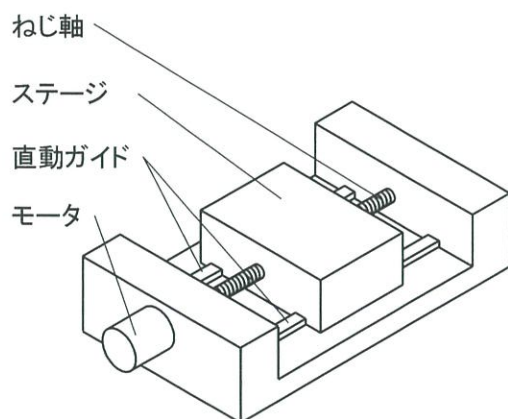
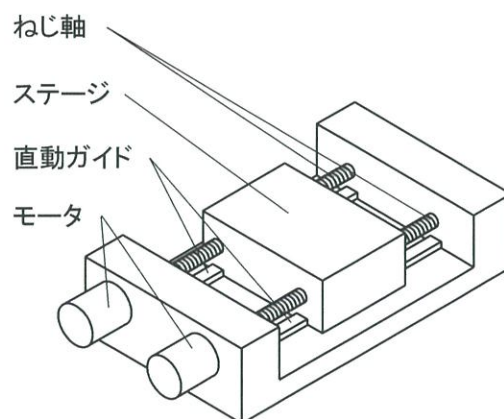

図 3-1
図 3-2
- (1) おねじとめねじの間には，軸方向に適切な隙間が必要である．隙間が，適切な隙間より大きい場合と，小さい場合について，送りねじの動作時に起こりやすい問題を，それぞれ 30 字程度で述べよ．
- (2) ねじ軸の回転によってステージを動かす場合，通常は，図 3-1 のようにねじ軸 1 本と直動ガイドを組み合わせて用いる．もし，図 3-2 のように 2 組のモータとねじ軸を平行に配置した場合に，送りねじの動作時に起こりやすい問題を，理由とともに 30 字程度で述べよ．
- (3) 金属のねじ軸を加工する方法を 2 つ挙げよ．また，各方法の利点を理由とともにそれぞれ 20 字程度で述べよ．